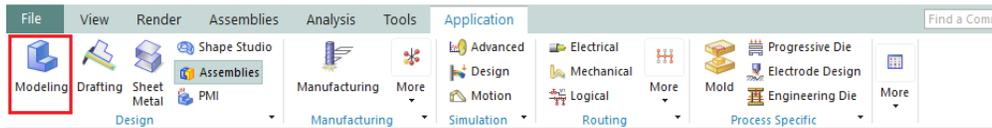

Figura 4.3 Pestaña Home, Función Modelling
- Dado que se abrió un archivo que no es nativo de NX10, el software no determina una aplicación específica, por lo que en la **ribbon bar** seleccionar **Modeling** (Figura 4.3).